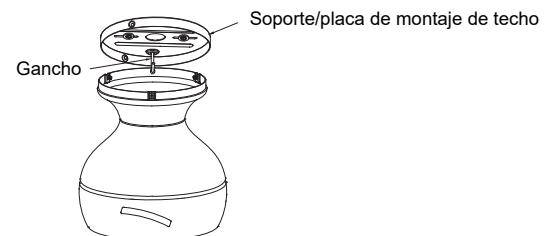

Fig. 6
Paso 2. Enganche el cuerpo del motor al soporte/placa de montaje tal como se muestra. Ahora puede continuar con el cableado eléctrico de su ventilador (**Fig. 6**).